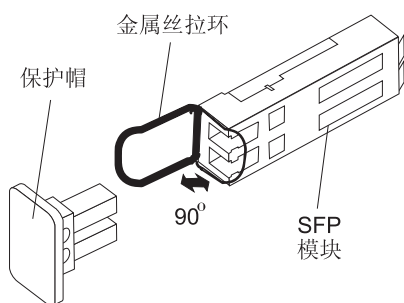

图 26. 将 SFP 模块安装到主机端口中
4. 将 SFP 模块插入主机端口，直至其卡嗒一声就位。请参阅图 26。